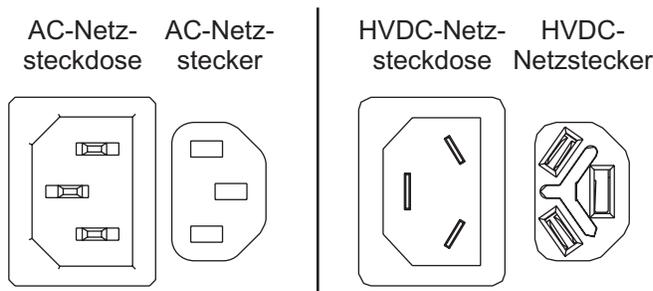
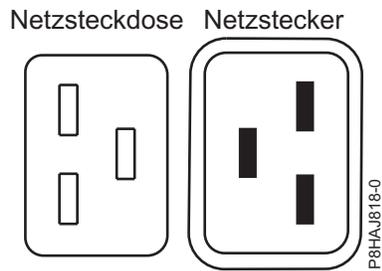
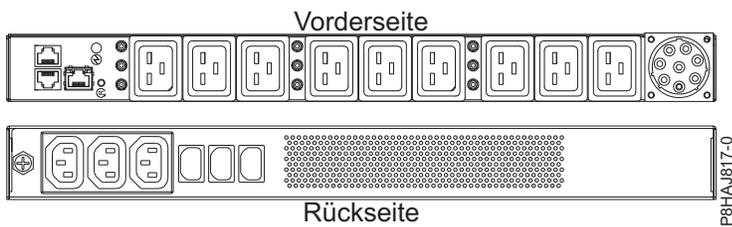

Abbildung 58. AC- und HVDC-Anschlüsse
Abbildung 59. Anschlüsse beim System vom Typ 8408-44E
Abbildung 60. PDU beim System vom Typ 8408-44E
2. Schließen Sie die Netzkabel (A) wieder an die Systemeinheit an. Siehe Abbildung Abb. 61 auf Seite 73, Abb. 62 auf Seite 74 oder Abb. 63 auf Seite 74 (abhängig von Ihrem Systemtyp). In Abb. 58 werden die unterstützten Anschlüsse für den Wechselstrom (Alternate Current, AC) und den Hochspannungs-gleichstrom (High Voltage Direct Current, HVDC) dargestellt. In Abb. 59 auf Seite 73 und Abb. 60 auf Seite 73 werden die unterstützten Anschlüsse und die unterstützte Stromversorgungseinheit (Power Distribution Unit, PDU) für das System vom Typ 8408-44E dargestellt.